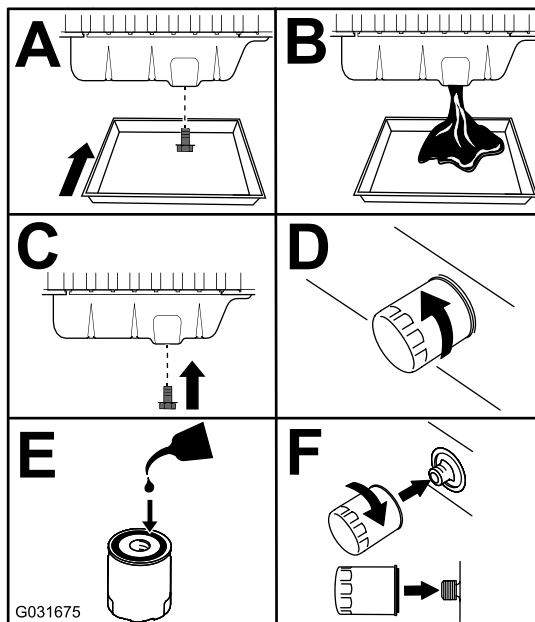

Figura 79
3. Cambie el aceite del motor y el filtro (Figura 79).